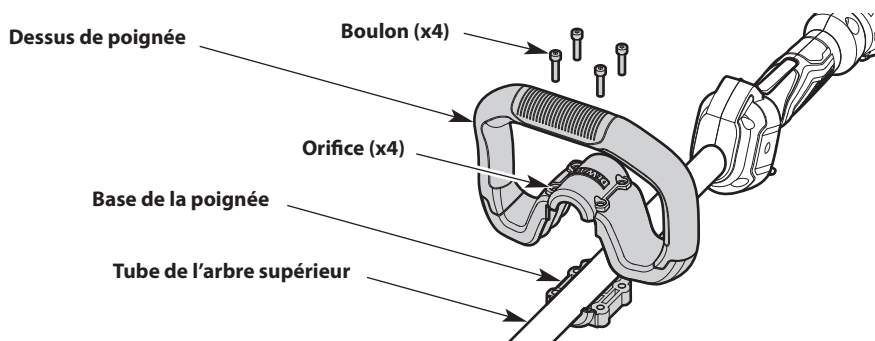

Fig. 8
1. Appuyez sur la base de la poignée et maintenez-la contre la face inférieure du boîtier d'arbre supérieur (Fig. 8).
2. Enfoncez le haut de la poignée sur la base de la poignée jusqu'à ce qu'elles s'enclenchent (Fig. 8).
3. Insérez les boulons (x4) dans les trous (x4) (Fig. 8).
1. Desserrez légèrement les boulons (Fig. 8). Utilisez une clé Allen de 4 mm (5/32 po).